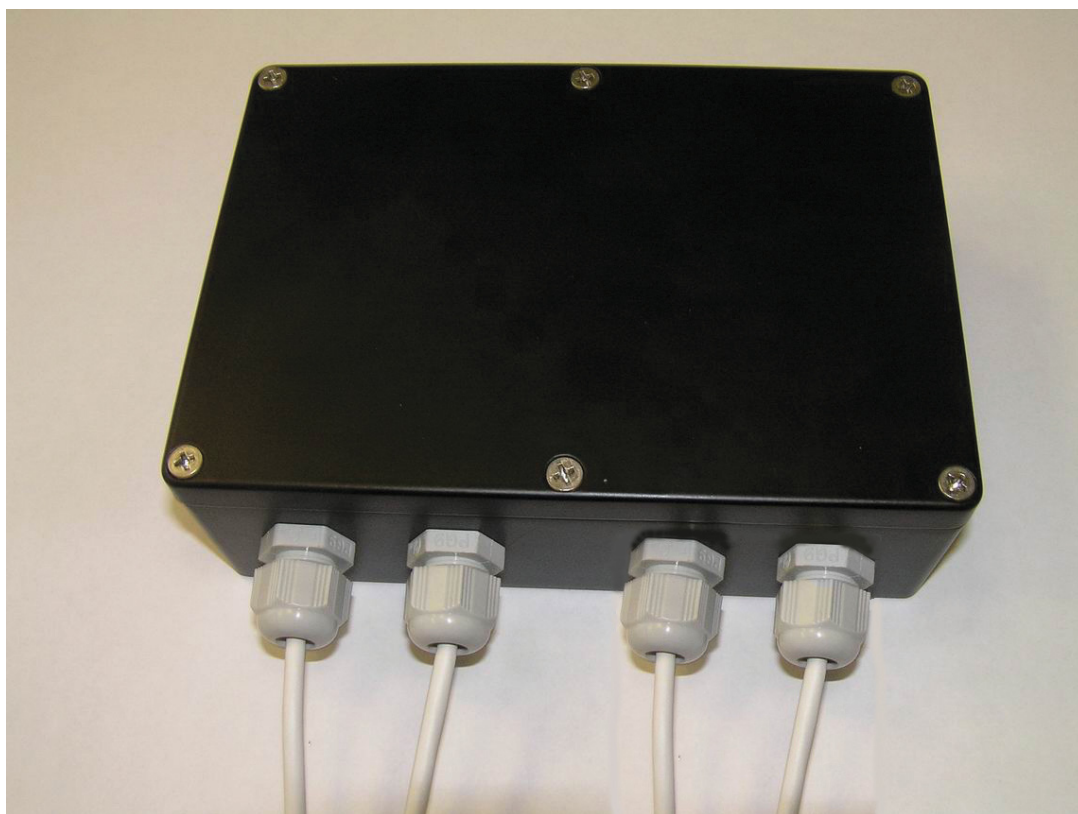

Рисунок 1. Считыватель в корпусе.
- Двухканальный считыватель (рисунок 1);